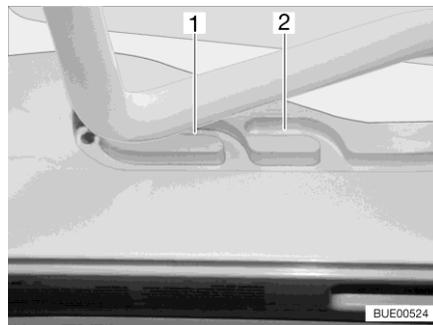
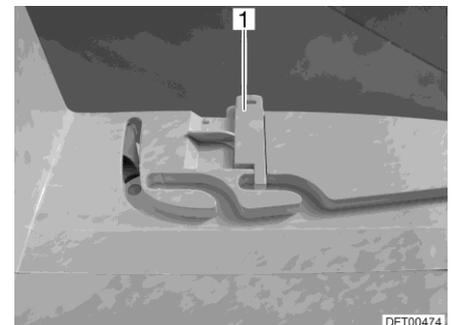

Bild 113 Führung (Lüftungsstellung)
Bild 114 Verriegelung (Lüftungsstellung)
Die Heki-Dachhaube kann in zwei Lüftungsstellungen gebracht werden: Schlechtwetterstellung (Bild 113,1) und Mittelstellung (Bild 113,2). Je nach Modell kann die Dachhaube in der Mittelstellung mit den beiden Riegeln (Bild 114,1) links und rechts am Rahmen der Dachhaube verriegelt werden.
- Den Bügel leicht nach oben drücken und in die gewählte Führung (Bild 113,1 oder 2) schieben und ggf. verriegeln.